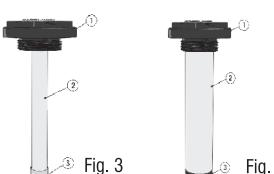
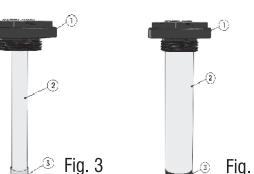

Fig. 3
Fig. 4
Il terminale SDL posto sull'estremità inferiore del SDL per acque chiare e del SDL per acque scure (vedi (3) in Fig. 3), come anche quello del SDL per carburante (vedi (3) in Fig. 4) non devono assolutamente essere rimossi.